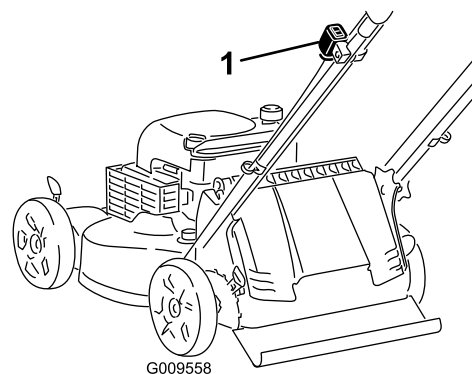

Figure 11
1. Si le commutateur d'allumage de votre machine (Figure 11) est à bascule (avec une position marche ("P") et une position arrêt ("Stop")), poussez-le à la position "P". Sinon passez à l'opération 2.